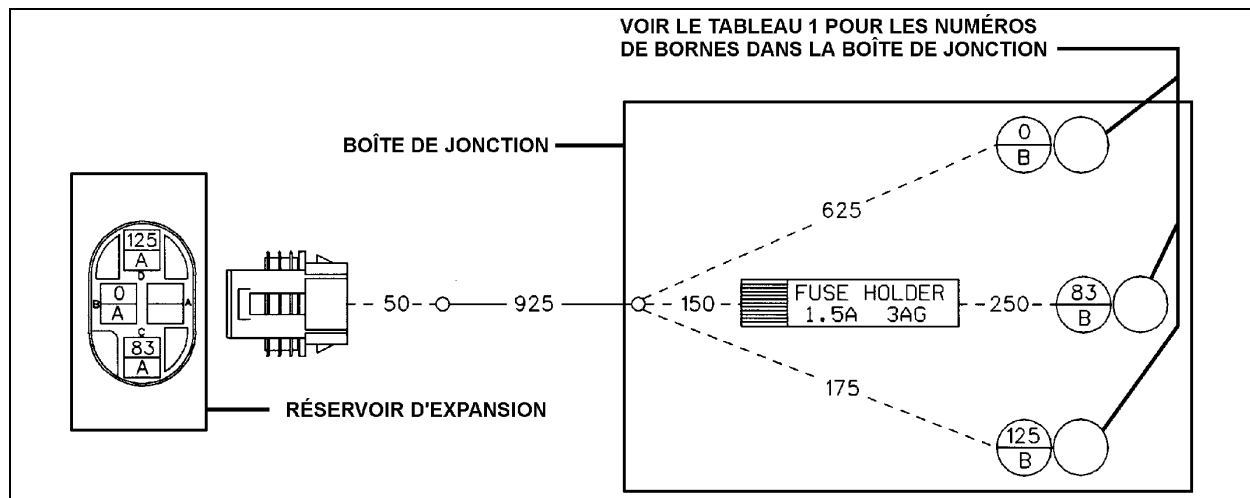

FIGURE 3: BRANCHEMENT DU CÂBLAGE
LA FIGURE 3 A ÉTÉ MODIFIÉE
3. Remplacer l'ancien câblage par le nouveau câblage #063939 (Fig. 3).